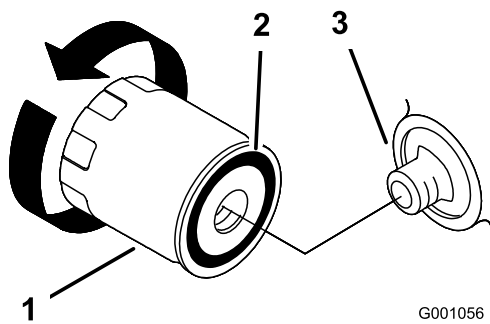

Figura 42
2. Girate il filtro in senso antiorario e toglietelo (Figura 41 e Figura 42).